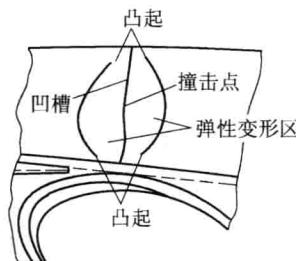

图 1-13 金属板表面大范围凹陷
**案例三：**如图 1-13 所示，金属板表面发生大范围凹陷的修复。